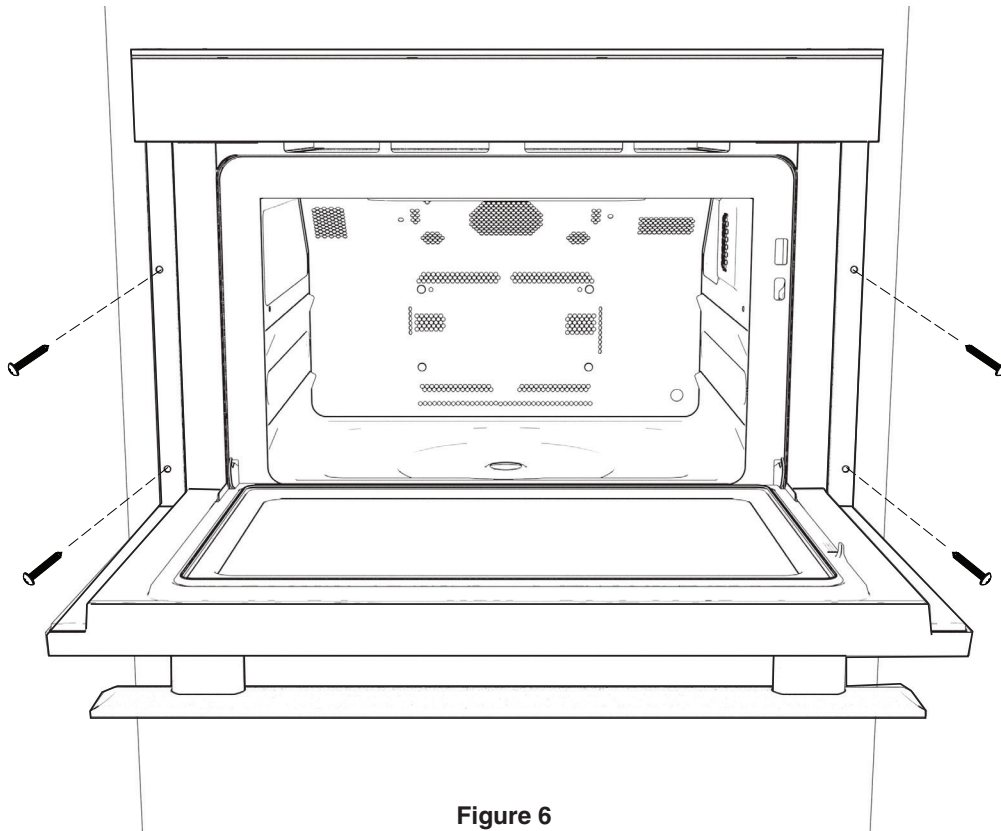

Figure 6
3. Faire glisser le four jusqu'à ce que la bride de montage soit à égalité avec la façade de l'armoire. Voir la Figure 6.
4. Ouvrir la porte. En utilisant les 4 trous sur le four comme gabarit, pré-percer l'armoire avec une mèche de 1/16 po. Voir la Figure 6.
5. Fixer le four Smart Combi Steam à l'aide des 4 vis fournies. Voir la Figure 6.